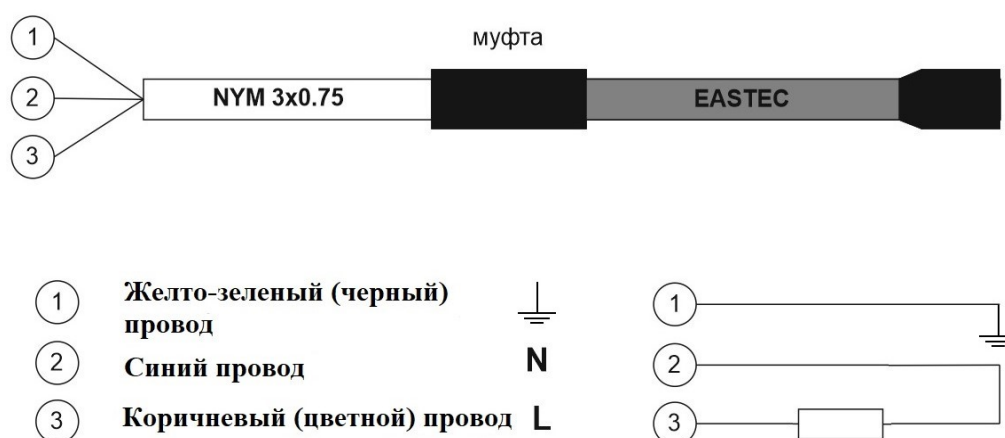

Рис. 3. Схема подключения
4.8. В качестве автоматизации управления подключения электрообогрева, а также в целях экономии электроэнергии, можно применять различные системы управления (например, термостат, который будет подавать питание (от сети 220В) на кабель в диапазоне температур от -5°C до $+5^{\circ}\text{C}$). (см. рис. 3).